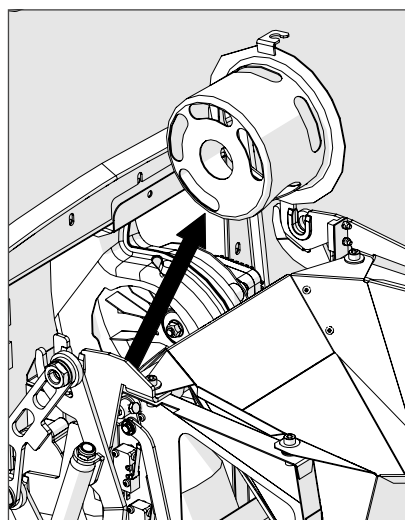

Fig. 11
5. Retirer le couvercle de l'extracteur. Le dégager de la vis de fixation en le tournant légèrement vers l'arrière. Le retirer ensuite (fig. 11).